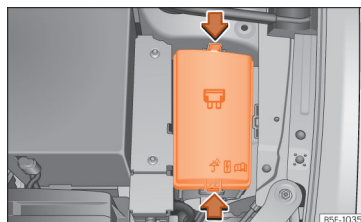

Рис. 231 Кришка блока запобіжників у моторному відсіку.
- Вивільніть фіксатори кришки » **рис. 231**.